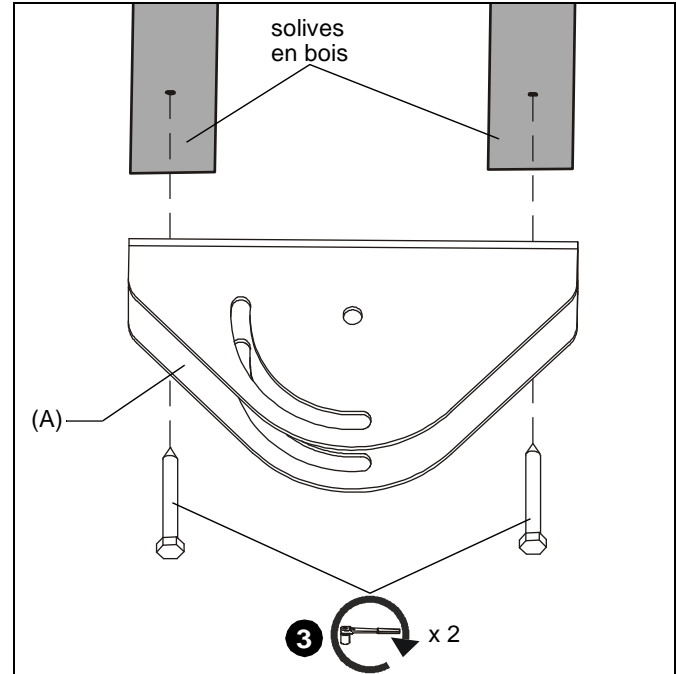

Figure 2
3. Installez et serrez les deux vis tire-fond (non fournies) de 3/8" x 2-1/2" (minimum) de calibre 2 dans le CPA395 (A) et dans les solives en bois (voir la Figure 2).